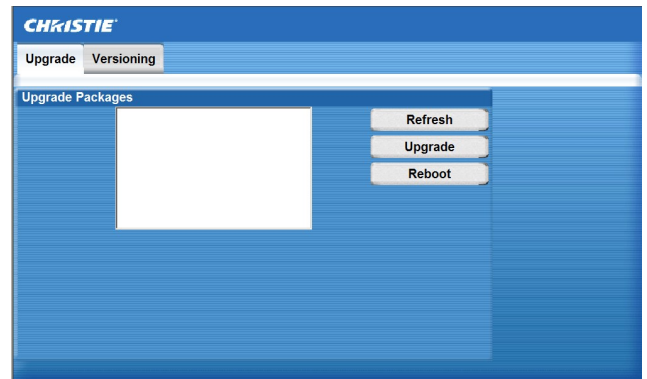

Figura 3-21 Ventana Upgrade/Versioning (Actualizar/Versión)
3. Haga clic en **Reboot to Failsafe** (Reiniciar en modo a prueba de fallos) y, a continuación, pulse **Sí** cuando aparezca el cuadro de diálogo de configuración con el texto siguiente: “Are you sure you want to reboot ito Failsafe?” (¿Está seguro de que desea reiniciar en modo a prueba de fallos?). Aparecerá la ventana **Upgrade/Versioning** (Actualizar/Versión) tal y como se muestra en la Figura 3-21.